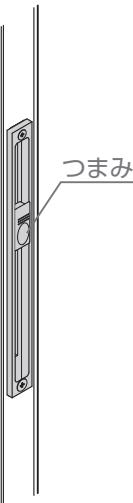

図15-4
- 落し棒操作時以外は、ロック状態にしてください。(図15-4参照)